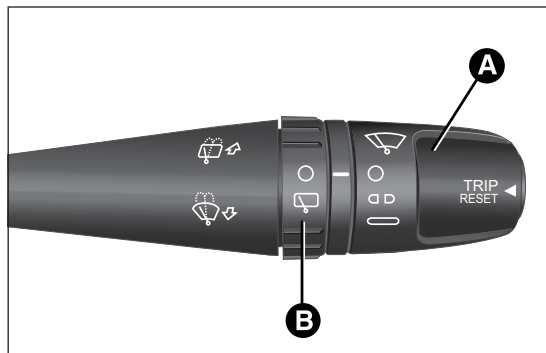

fig. 203
- ☐ ruotare la ghiera A fig. 203 in posizione  (tergicristallo fermo);